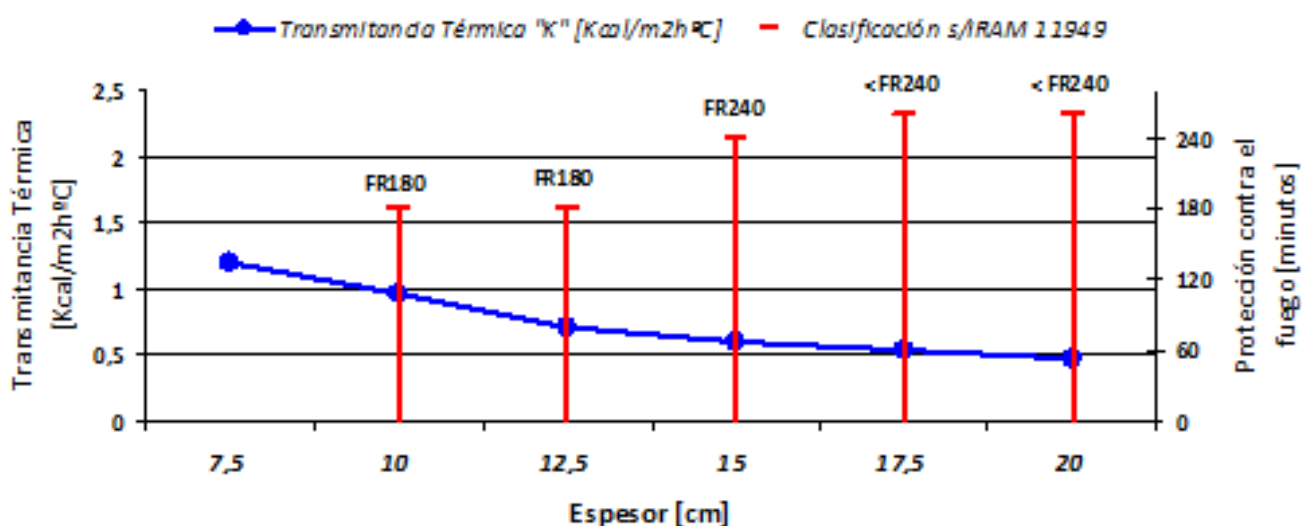

Fig. 11 – Valores de transmitancia térmica y resistencia al fuego según espesor de muro
- Resistencia térmica y contra el fuego (**Fig. 11**)